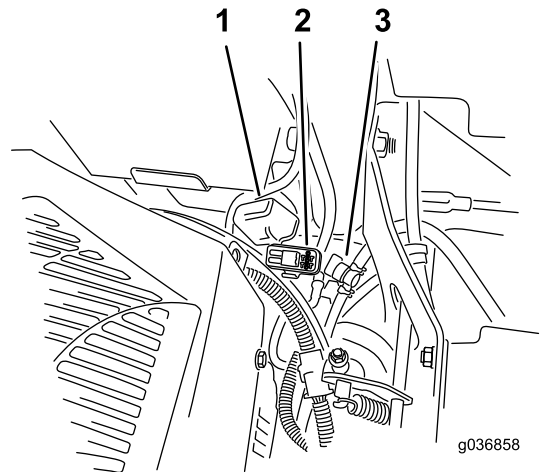

Figure 56
Remarque: Sur les machines MyRide, assurez-vous que le câble de masse ne frotte pas contre le bras tiré ou le support d'amortisseur inférieur (Figure 56).
Les fusibles sont situés sur la console droite, près du siège (Figure 56).
2. Remplacez le fusible (Figure 56).